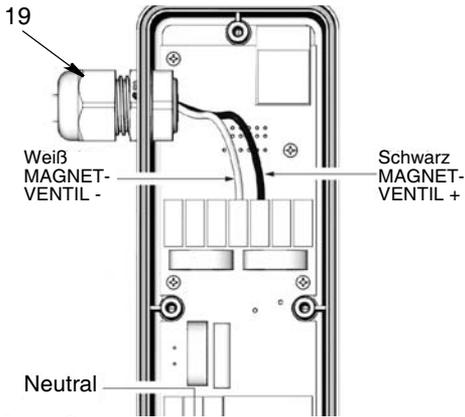

ABB. 8
- Im PLS-Gehäuse (2) das Neutralkabel (weiß) mit MAGNETVENTIL - (weiß) und die Leitung (schwarz) mit MAGNETVENTIL + (schwarz) in der Klemmenleiste verbinden (ABB. 8).